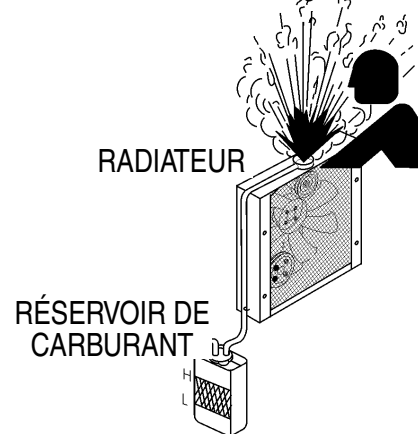

Figure 34. Réservoir du radiateur/Réserve
2. Vérifiez l'arrivée du liquide de refroidissement dans le réservoir de réserve tous les jours (figure 34). Assurez-vous que le niveau est entre les marquages PLEIN (H) et de BAS (L). Remplissez le réservoir de réserve avec un mélange de 50/50 antigel/eau.